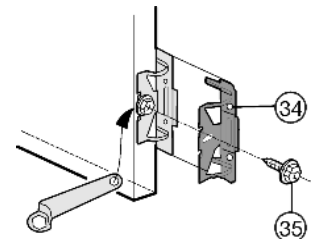

Fig. 11
- ▶ Visser tous les étriers Fig. 11 (34) sur les trous prépercés de la porte de l'appareil à l'aide d'une vis à tête hexagonale Fig. 11 (35).
- ▶ installer une troisième paire d'étriers Fig. 11 (34).